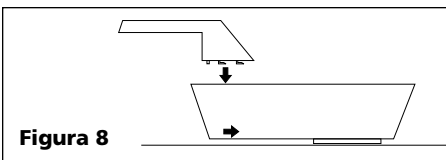

Figura 8
4. Para conectar el mango, coloque la máscara sobre una superficie plana y oprima el mango hasta que calce (Vea la Figura 8). *No necesario para los modelos WS0900 ó WS090001.